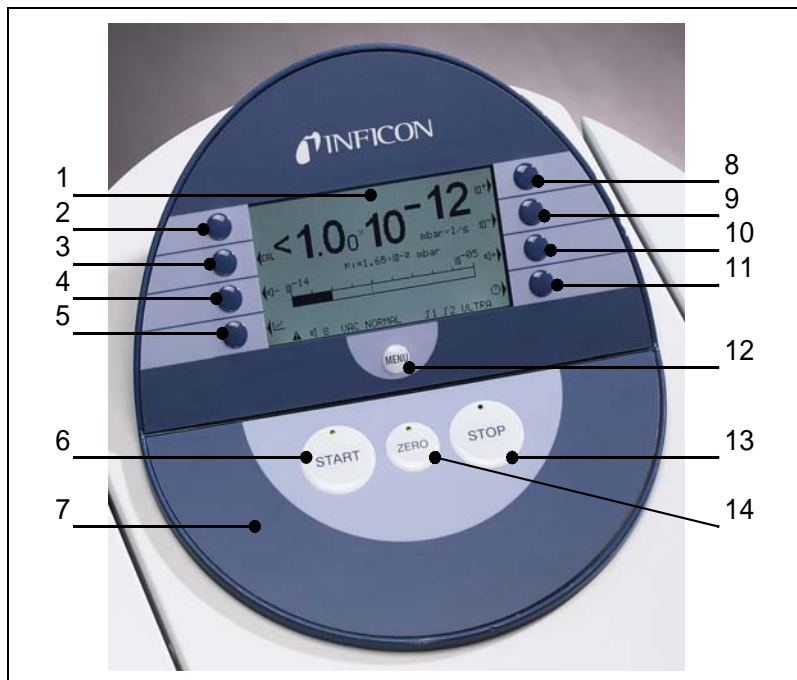

Fig. 4-2 Unité de commande
L'Unité de commande Fig. 4-2/7 comprend un affichage à cristaux liquides (LC Display), les touches *START*, *STOP*, *ZERO* (*suppression du fond*) et *MENU* ainsi que huit autres touches pour les divers menus et entrées.
L'**Affichage LCD** Fig. 4-2/1 représente l'interface de communication avec l'opérateur. Les taux de fuites, les messages d'état du détecteur de fuites, les messages, les avertissements et les messages d'erreurs apparaissent sur l'unité de commande.
La commande de la **Touche START** Fig. 4-2/6 active le UL5000 de manière qu'il commence les mesures. Si la touche START est encore une fois actionnée en mode de mesure, l'indication du taux de fuites maximale (fonction de maintien) est activée. Le taux de fuites maximal survenu depuis le „START“ est alors indiqué. La fonction de maintien est réinitialisée en appuyant à nouveau sur la touche START.
L'actionnement de la **Touche STOP** Fig. 4-2/13 interrompt les mesures. Si la touche est actionnée pendant longtemps, l'admission est remise à l'air conformément aux conditions qui ont été définies dans le menu **Retard de la remise à l'air**. Voir chapitre 6.6.1.2 **Retard de la remise à l'air** pour régler les paramètres de temps pour la remise à l'air.
L'activation de la **Touche ZÉRO** Fig. 4-2/14 active la suppression du fond.
L'actionnement de la touche *MENU* (Fig. 4-2/2) provoque l'affiche le menu de sélection quel que soit le mode de service, sauf pendant le calibrage.
La fonction des huit touches à gauche ou à droite de l'affichage Fig. 4-2/2 ... /5 et / 8 ... /11 dépend du menu qui a été sélectionné.
- La touche no. 1 Fig. 4-2/2 est affectée à la fonction *retour/interrompre*.
- La touche no. 8 Fig. 4-2/11 est la touche de confirmation (OK).